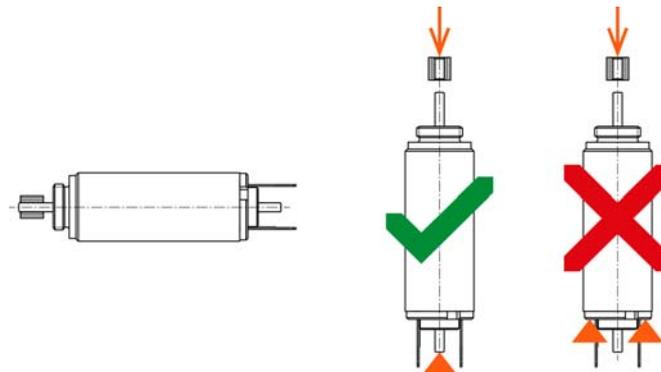

Abbildung 1 Montage von Abtriebs Elementen
- Presssitzverbindungen an der Motorwelle: Motorwelle axial nicht belasten (→Abbildung 1).